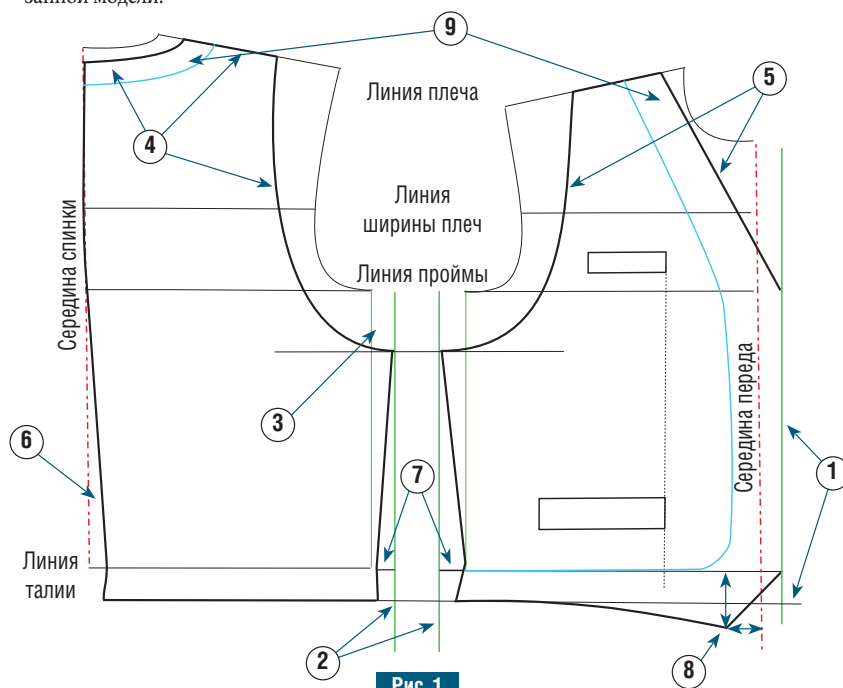

Рис. 1
① Прибавьте ширину полузаноса – 2–3 см (на рис. 1 отмечена зеленой линией, параллельной середине переда). Продлите длину жилета на 5–7 см, начертив горизонталь, параллельную линии талии.
② К ширине жилета прибавьте 10 см на свободное облегание, отложив на расстоянии 2,5 см ($10 : 4 = 2,5$ см) от боковых линий, отмеченных на базовом чертеже, параллели к ним (на рис. 1 отмечены зелеными линиями).
- ③ Увеличьте глубину проймы, опустив линию проймы примерно на 7 см, после чего отметьте новую высоту линией, параллельной линии проймы.
- ④ Скорректируйте кривую горловины по спинке. Сначала увеличьте ее глубину (примерно на 2 см), а затем ширину, отложив около 3 см по линии плеча. От полученной точки отмерьте ширину плеча, которая в зависимости от размера может составлять 7–9 см. От крайней точки плеча прочертите новую кривую проймы до высоты, определенной на этапе 3.
- ⑤ Учитывая расширение горловины (примерно 3 см) и длины плеча (примерно 7–9 см) по спинке, сделайте такие же корректировки на полочке и прочертите новую кривую проймы. Отметьте глубину выреза, которая должна составлять примерно 17–20 см.
- ⑥ Посередине спинки обозначьте талиевую вытачку с величиной раствора 1,5 см. Эта вытачка начинается от точки, расположенной между линией ширины плеч и линией проймы.
- ⑦ Раствор боковой вытачки со стороны спинки составляет 1,5 см, а со стороны полочки – 2 см.
- ⑧ Уголок нижней части полочки отодвинут примерно на 4 см от линии середины полочки и на 10 см от линии талии. Соедините эту точку с бочком слегка закругленной линией, и вы получите низ полочки.